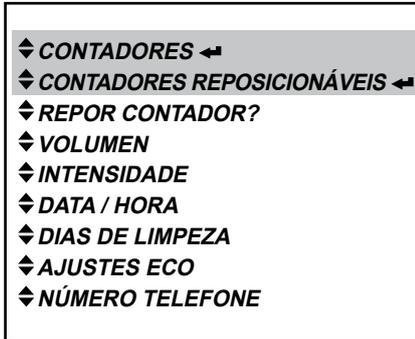

Fig. 55
- Ative o modo de funcionamento do menu «CONTADOR» ou o menu «CONTADORES REPOSICIONÁVEIS» e prima a tecla de Enter **↵** para aceder. (Fig. 55)